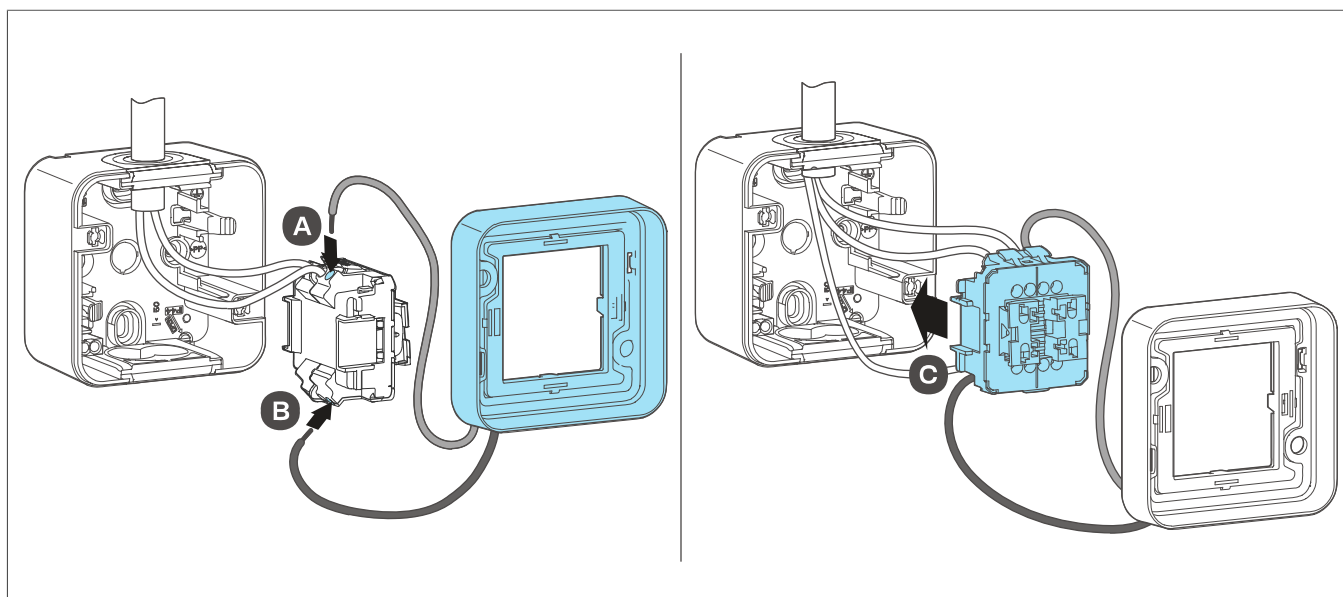

Fig. 10: Collegare la cornice di finitura illuminata (sinistra) / Far scattare l'inserto in posizione (destra)
- 4 Collegare la cornice di finitura illuminata (3) per l'illuminazione permanente, l'illuminazione di orientamento o l'illuminazione di controllo **A** e **B** (Fig. 10, a sinistra).
- 5 Reinserire l'inserto (4) nella parte inferiore scatola finché non scatta in posizione **C** sulle staffe (7) (Fig. 10, a destra).